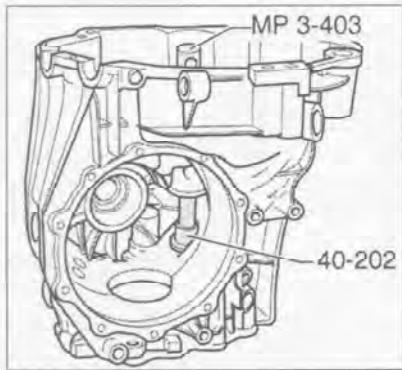

Рис. 7.75. Извлечение игольчатого подшипника.
1. Выпрессуйте игольчатый подшипник с помощью специального инструмента (рис. 7.75).